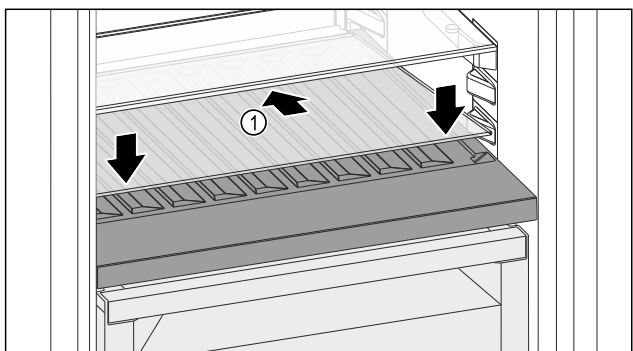

Fig. 182
- ▶ Postavite staklenu ploču Fig. 182 (1) ukoso, nagnutu straga prema dolje.
- ▶ Staklenu ploču Fig. 182 (1) podignite sprijeda.